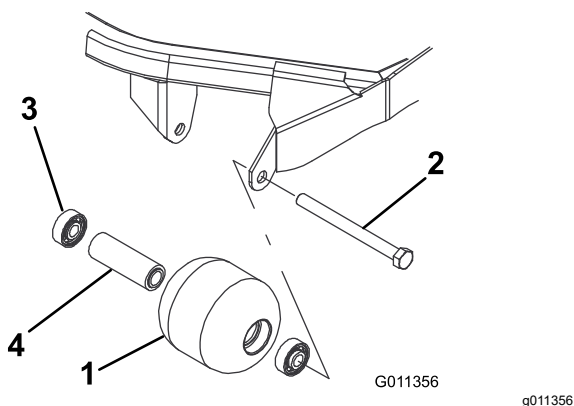

Figura 97
1. Retire o parafuso de montagem do rolo (Figura 97).
estão danificados (Figura 97). Substitua os componentes danificados e volte a montá-los.
1. Introduza o primeiro rolamento na estrutura do rolo (Figura 97). Empurre só a calha externa ou, então, exerça o mesmo tipo de pressão nas calhas interna e externa.
2. Coloque o espaçador (Figura 97)
3. Introduza o segundo rolamento na estrutura do rolo (Figura 97). Exerça o mesmo tipo de pressão nas calhas interna e externa até a calha interna entrar em contacto com o espaçador.